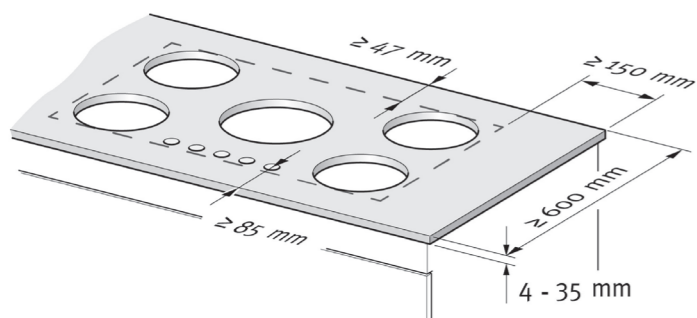

fig. 1
- Le precauzioni necessarie devono sempre essere prese prima di installare l'apparecchio a induzione (fig. 1, 2 e 5).